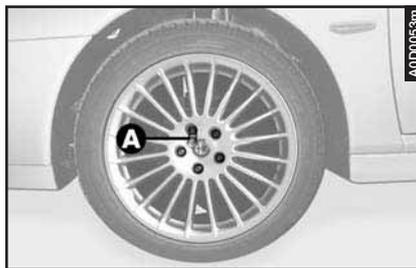

fig. 19
– Togliere il perno di centraggio (**A-fig. 19**) ed avvitare l'ultimo bullone di fissaggio.